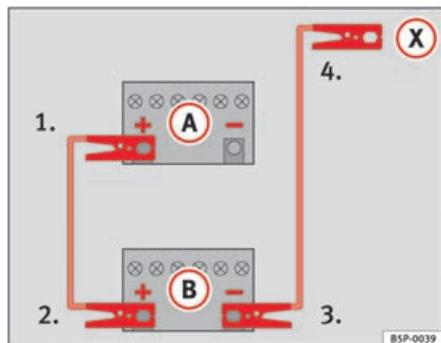

Fig. 205 Schéma de branchement des câbles de démarrage
Sur la ⇒ fig. 205, la batterie déchargée est repérée par la lettre **(A)** et la batterie fournissant le courant par la lettre **(B)**.
1. Raccordez une extrémité du câble de démarrage rouge à la borne positive ⇒ fig. 205 **(+)** du véhicule dont la batterie est déchargée ⇒ **(!)**.